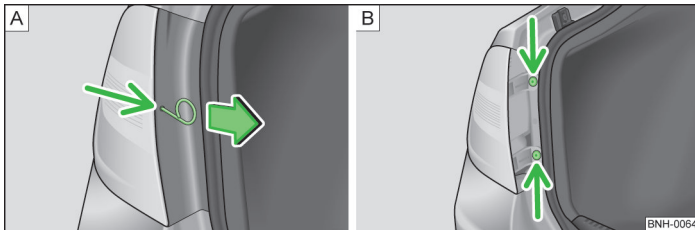

Abb. 133 Abdeckung der Leuchte ausbauen / Leuchte ausbauen
- › In die Bohrung an der mit dem Pfeil gekennzeichneten Stelle » Abb. 133 - den Biegel zum Abziehen der Radvollblenden » Seite 148, Bordwerkzeug stecken.
- › Die Leuchte mit dem Schraubendreher aus dem Bordwerkzeug abschrauben » Abb. 133 - .